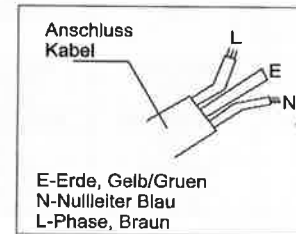

Fig.1
1. Anschlusskabelbelegung (Siehe Fig.1)